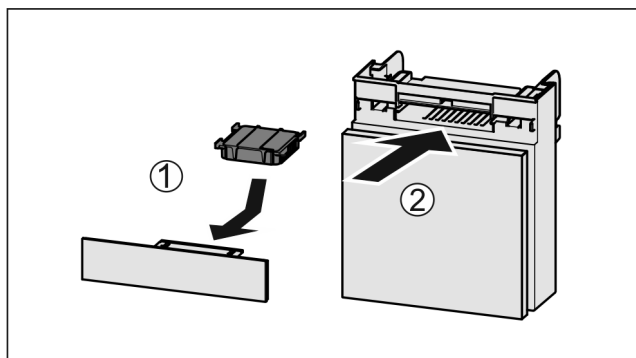

Fig. 121
- ▶ Anbring aktivkulfilteret som vis på billedet Fig. 121 (1).
- ▶ Skub rummet ind Fig. 121 (2).